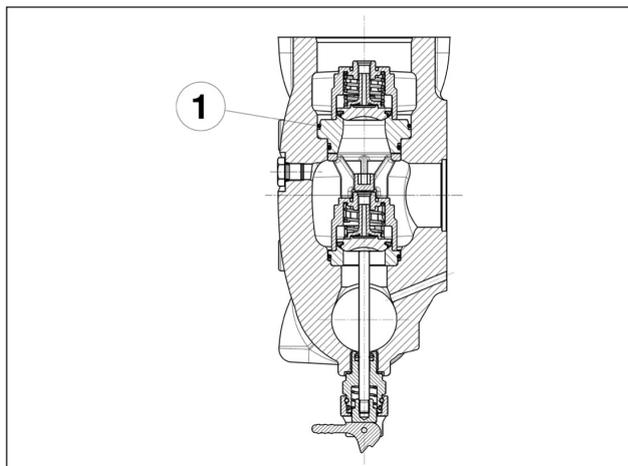

Fig. 128
**Preste atenção especial na inserção do anel circular indicado na pos. ①, Fig. 128. Aconselha-se o uso da ferramenta cod. 27516000 (para LK36-LK40-LK45) ou o cód. 27516100 (para LK50-LK55-LK60), para evitar que o anel circular possa cortar durante a inserção.**